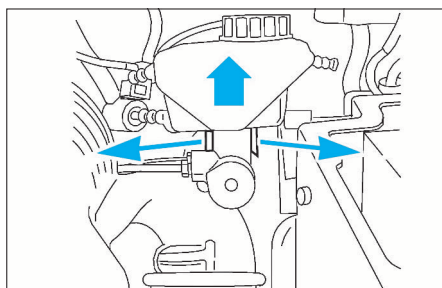

FIG. 21
- Écarter les languettes puis tirer verticalement le réservoir (Fig.21).